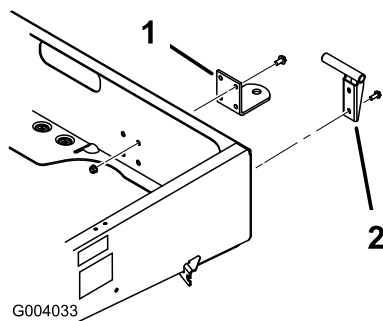

Figura 8
2. Alinee el enganche con los taladros de montaje del bastidor. Fije el enganche con los tornillos y las tuercas (Figura 8).
- Monte el soporte del pivote izquierdo en la esquina izquierda trasera del bastidor con dos tornillos de arandela prensada (3/8 x 1 pulgada). Apriete la bujía a 16 pies-libra (22 Nm). Coloque el soporte según se muestra en Figura 8.